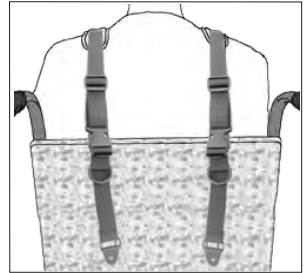

Abbildung 3
3. Befestigen Sie die oberen Gurtbänder mit geeigneten Schrauben oder Bolzen (nicht im Lieferumfang enthalten) an der Rückenlehne. Abb. 3